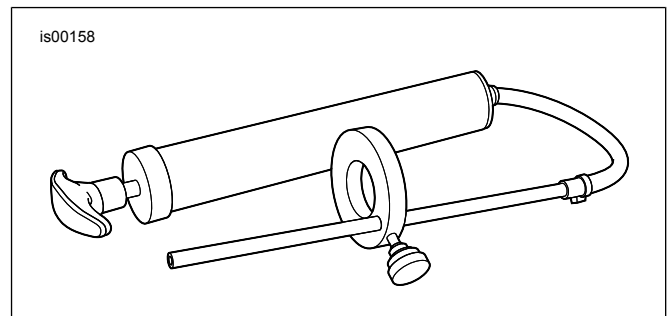

Figura 4. Indicador de nivel de aceite de la horquilla delantera (HD-59000B)
- a. Vea la Figura 4. Obtenga el INDICADOR DE NIVEL DE ACEITE DE LA HORQUILLA DELANTERA (HD-59000B).